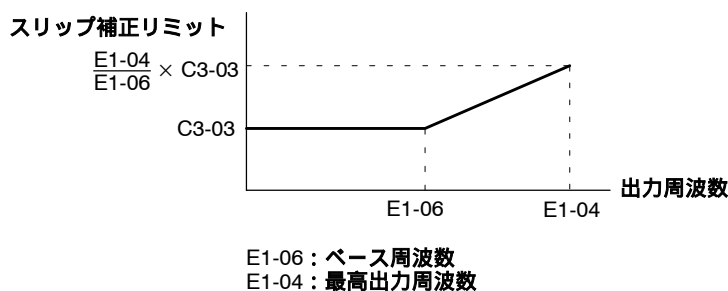

図7.28 スリップ補正リミット
- 定トルク領域，定出力領域では，スリップ補正リミットは，図7.28 のようになります。